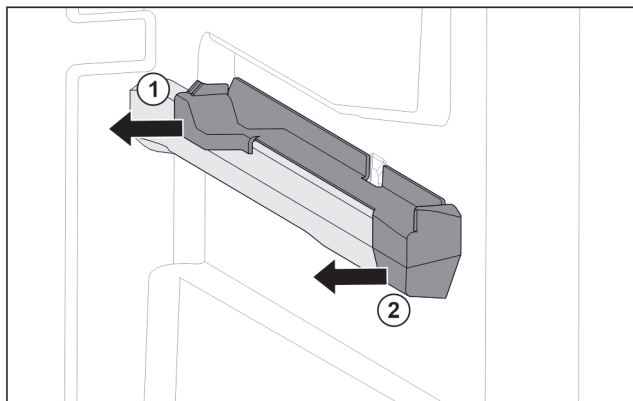

Fig. 86 Aufsteckteil auf der rechten Behälterrippe
- ▶ Aufsteckteil hinten zur Seite abziehen. Fig. 86 (1)
- ▶ Aufsteckteil vorne zur Seite abziehen. Fig. 86 (2)